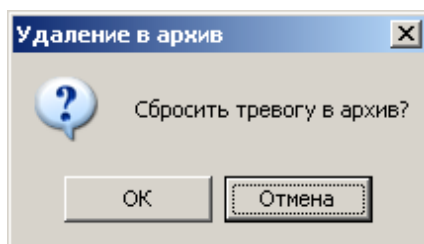

Рисунок 3.32. Окно «Удаление в архив»
4. При нажатии кнопки **Удалить** или на клавишу **Del** будет предложено сбросить тревогу в архив (рисунок 3.32).